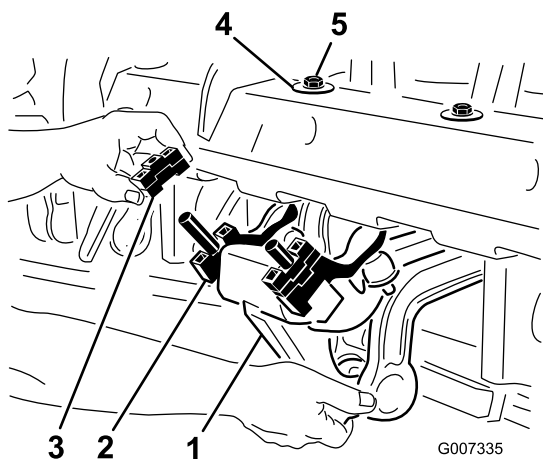

图 26
1. 卸下将 Roto-Link 阻尼器总成固定至打孔头机架底部的锁紧螺母 $\frac{1}{2}$ 英寸 图 26。
2. 降低阻尼器总成与隔片接触 图 26。
4. 再次将阻尼器总成组装到打孔头机架上。确保 D 垫圈按 图 26 中所示靠住打孔头机架安装。固定 2 个锁紧螺母。